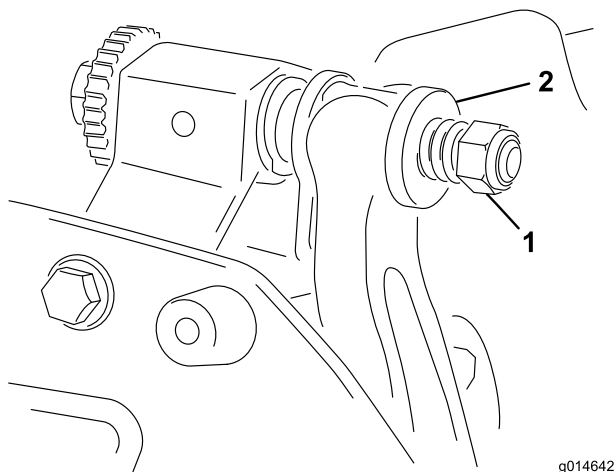

Figure 19
4. Serrez l'écrou de tension du ressort jusqu'à ce que les spires soient jointives, puis desserrez-le de 1/2 tour (Figure 19).